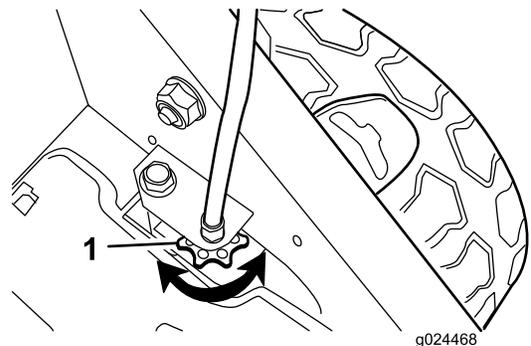

Figure 28
- Si les roues ne tournent pas quand vous engagez la barre de commande d'autopropulsion, la courroie de déplacement n'est pas assez tendue. Tournez une fois la molette de commande des roues (Figure 28) dans le sens horaire et répétez les opérations 4 à 6.
- Si les roues tournent quand vous engagez la barre de commande d'autopropulsion, la courroie de déplacement est trop tendue. Tournez une fois la molette de commande des roues (Figure 28) dans le sens antihoraire et répétez les opérations 4 à 6.